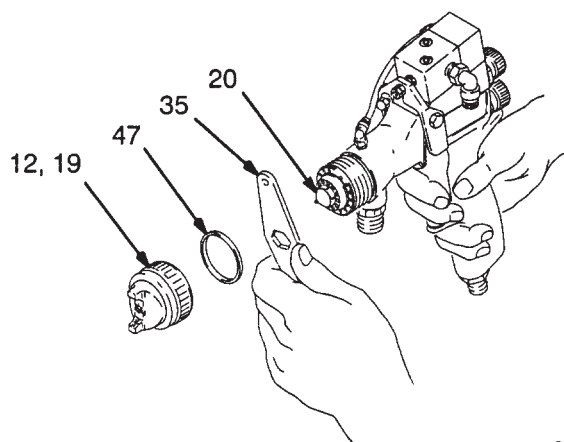

Fig. 1
2. Déposer la bague de retenue du chapeau d'air (12), le chapeau d'air (19) et son joint (47).
3. Appuyer sur la gâchette du pistolet pendant que l'on dépose la buse de produit (20) à l'aide de la clé du pistolet (35). Voir la Fig. 1.